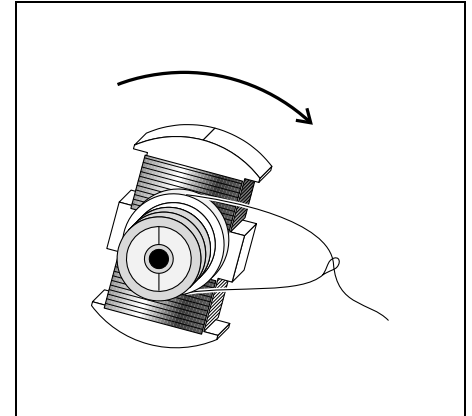

Fig. 9
- Soll eine Schnur - z.B. zum Anheben einer Masse - auf der Riemenscheibe aufgewickelt werden, Schnur gemäß Fig. 9 durch die Schlaufe ziehen und den Rotor in Pfeilrichtung drehen.
- To wind a cord on the belt pulley - e.g. for lifting a weight - pull the cord through the loop as shown in Fig. 9 and turn the rotor in the direction of the arrow.